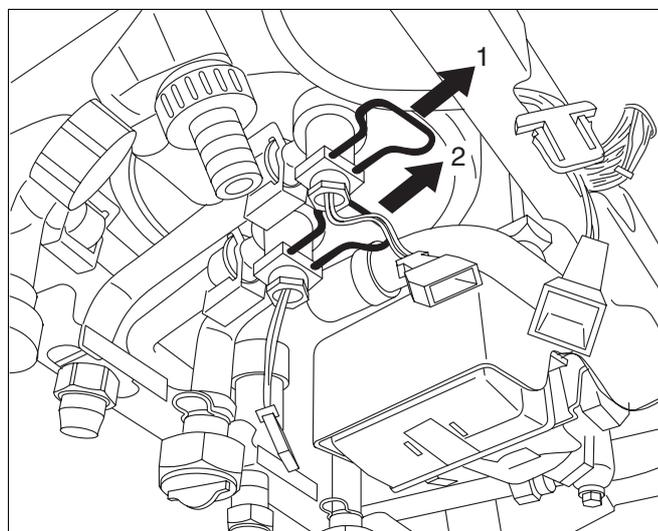

Fig. 72 Sostituire il sensore dell'acqua di riscaldamento o dell'acqua sanitaria
- Estrarre le protezioni dei sensori (fig. 72).